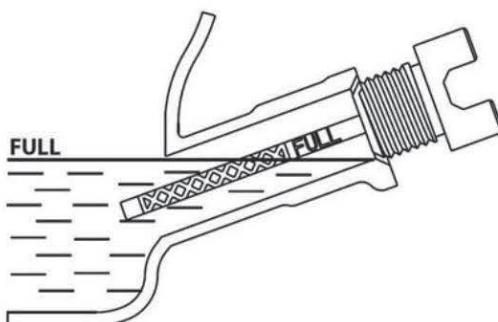

Рисунок 4-2. Безопасный рабочий диапазон
4. Чтобы проверить уровень масла, вставьте щуп в масла-наливную горловину, не завинчивая его. Смотрите рисунок 4-2.
9. Чтобы проверить уровень масла, снимите воронку и вставьте щуп в масло-наливную горловину, не завинчивая ее. Смотрите рисунок 4-2.